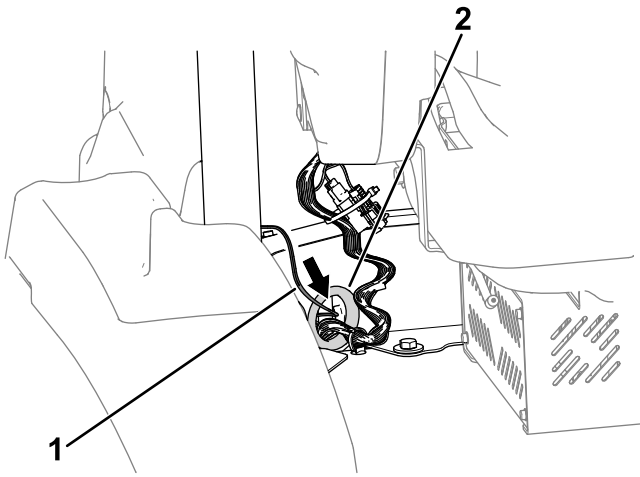

Figure 6
3. Faites passer l'extrémité du faisceau de câblage étiquetée P09 à travers le passe-câble de la plate-forme (Figure 6).